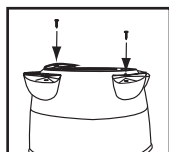

FIGURE 8
6. Assurez-vous que le porte-roulette soit complètement inséré dans le fond du réservoir. Fixez avec les vis fournies. **FIGURE 8**.